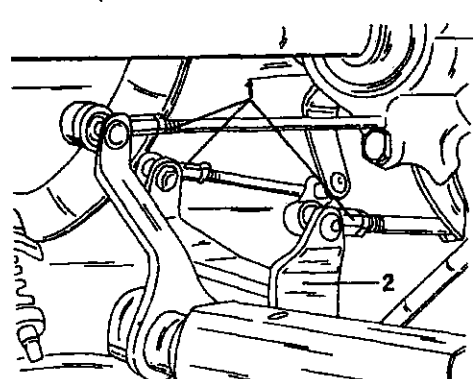

Рис. 327. Тяги переключения передач (1) соединяются с рычагами (2) шаровыми шарнирами.
- Отсоединить впускной и выходной топливные шланги. Один шланг виден в месте (1) на рисунке 324, а второй шланг (2), соединенный с ручным насосом, отсоединяется от насоса.
- С правой стороны, рядом с крышкой радиатора, отсоединить шланг насоса гидроусилителя рулевого управления. Во избежание вытекания жидкости пережать шланг струбиной. Также отсоединить от насоса вакуумный шланг. Расположение названных деталей представлено на рисунке 326. Отвернуть болт (2).
- Отвернуть трубу глушителя от выпускного коллектора. Для этого отвернуть с нижней стороны две гайки с чашками и вытащить пружины. Разъединить соединение. Для обеспечения герметичности соединения при затяжке гаек до нужного момента затяжки происходит сжатие пружин. Рядом с глушителем расположены три тяги переключения передач коробки передач (Рис. 327). Их следует отжать от рычагов, вставляя отвертку за шаровые шарниры.
- Снять под автомобилем детали, указанные на рисунке 328. Это болты (1), защитный кожух (2) и две гайки (3).